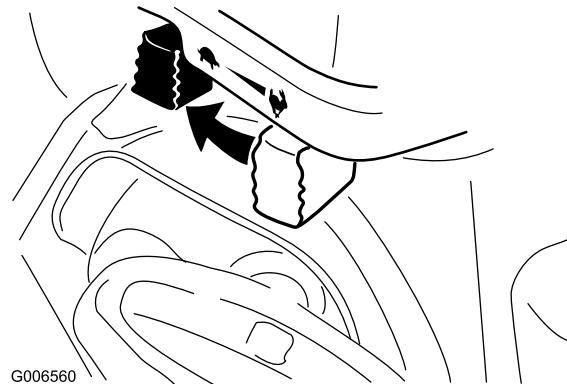

Рисунок 31
- Передвиньте дроссельный кран в положение Slow (Медленно), а затем в положение Stop (Стоп) (Рисунок 31).